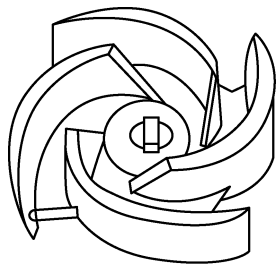
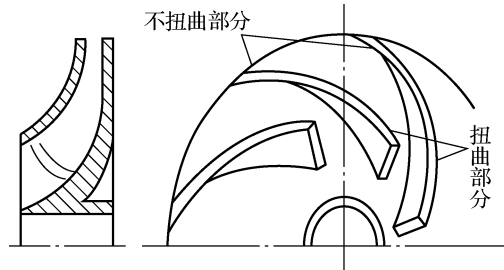

图 1-6 圆柱形叶片
图 1-7 扭曲叶片
(3)按叶片的弯曲方向分类。根据叶轮出口处安装角度的大小可将叶轮分为前弯式、径向式、后弯式3种。其中以后弯式叶轮居多,因为后弯式叶轮效率最高,更有利于动能向静压能的转化。由于两叶片间的流动通道是逐渐扩大的,因而能使液体的部分动能转化为静压能,故叶片也是一种换能装置。后弯式叶轮进口处的安装角一般为 $B_{1A}=18^\circ\sim 25^\circ$,出口处的安装角 $B_{2A}=16^\circ\sim 40^\circ$,最常用的是 $B_{2A}=20^\circ\sim 30^\circ$ 。离心泵叶片的结构形式通常有圆柱形叶片和扭曲叶片两种类型。圆柱形叶片是指整个叶片沿宽度方向与叶轮轴线平行,如图1-6所示。扭曲叶片是指有一部分叶片与轴线不平行,如图1-7所示。